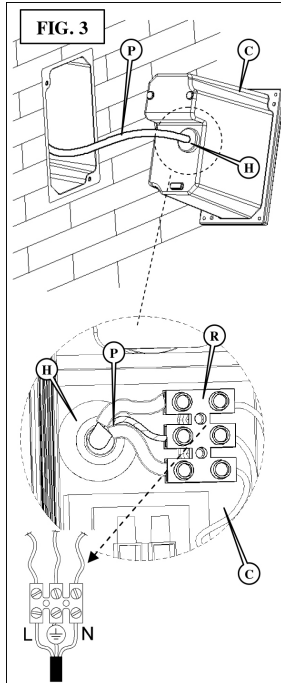

FIG. 3
(I) FIG.3 Procedere al cablaggio dell'apparecchio sfondando le membrane del passacavo (H) che si trova sul fondo del corpo pressofuso (C). Il cavo e/o conduttori (P) dovranno essere armonizzati <HAR> (sez. max. conduttore =1,5mm²). Il cablaggio dovrà essere eseguito nella morsetteria (R) come mostrato in figura: L ⇒ conduttore della linea colore marrone. N ⇒ conduttore neutro colore blu. PE ⇒ conduttore di terra colore giallo/verde.
(F) FIG. 3 Brancher l'appareil en perçant les membranes du serre-câble (H) qui se trouve au fond du corps moulé sous pression (C). Le câble et/ou les conducteurs (P) doivent être harmonisés <HAR> (sect. max. conducteur =1,5 mm²). Le branchement doit être fait dans le bornier (R) comme indiqué sur la figure: L ⇒ conducteur de ligne marron. N ⇒ conducteur neutre bleu. PE ⇒ conducteur de terre jaune/vert.
(D) ABB. 3 Die Verdrahtung des Gerätes vornehmen, indem die Membranen des Kabeldurchgangs (H) am Boden des Druckgusskörpers (C) durchbrochen werden. Das Kabel und/oder die Drähte (P) müssen harmonisiert <HAR> (max. Drahtquerschnitt =1,5mm²) sein. Die Verdrahtung muss, wie auf der Abbildung gezeigt, am Klemmbrett (R) durchgeführt werden: L ⇒ Leitungsleiter Braun. N ⇒ Null-Leiter Blau. PE ⇒ Erdleitung Gelb/Grün.
(E) FIG. 3 Proceda al cableado del aparato rompiendo las membranas del pasacables (H) que se encuentra en el fondo del cuerpo fundido a presión (C). El cable y/o los conductores (P) deberán estar armonizados <HAR> (sec. máx. conductor = 1,5 mm²). El cableado deberá realizarse en el tablero de bornes (R) como se muestra en la figura: L ⇒ conductor de la línea: color marrón. N ⇒ conductor neutro: color azul. PE ⇒ conductor de tierra: color amarillo/verde.